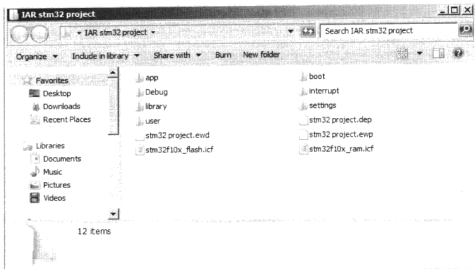
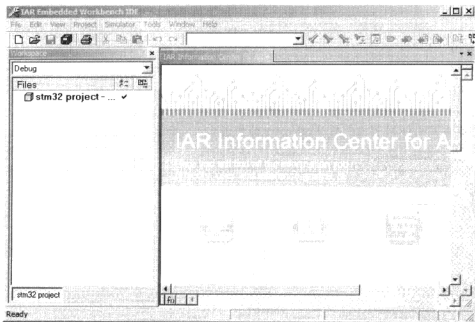
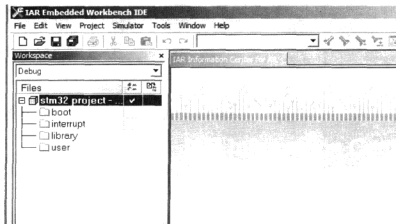

图 6.1.2 工程目录更新情况 1
图 6.1.3 新建工程完毕
图 6.1.4 添加 Group
③ 打开 IAR Embedded Workbench, 选择 Project→Create New Project→ARM 菜单项后, 弹出工程保存选择界面, 选择路径为 IAR stm32 project 文件夹, 工程名取为 stm32 project。最后在 EWARM 软件界面单击 Save 按钮保存工程。完成后 IAR stm32 project 文件夹内容更新为如图 6.1.2 所示, IAR 软件界面如图 6.1.3 所示。
④ 右击图 6.1.3 中 Workspace 中的 stm32 project - Debug 图标,选择 Add→Add Group 菜单项,依次添加 4 个 Group,分别命名为 boot、library、interrupt、user,如图 6.1.4 所示。